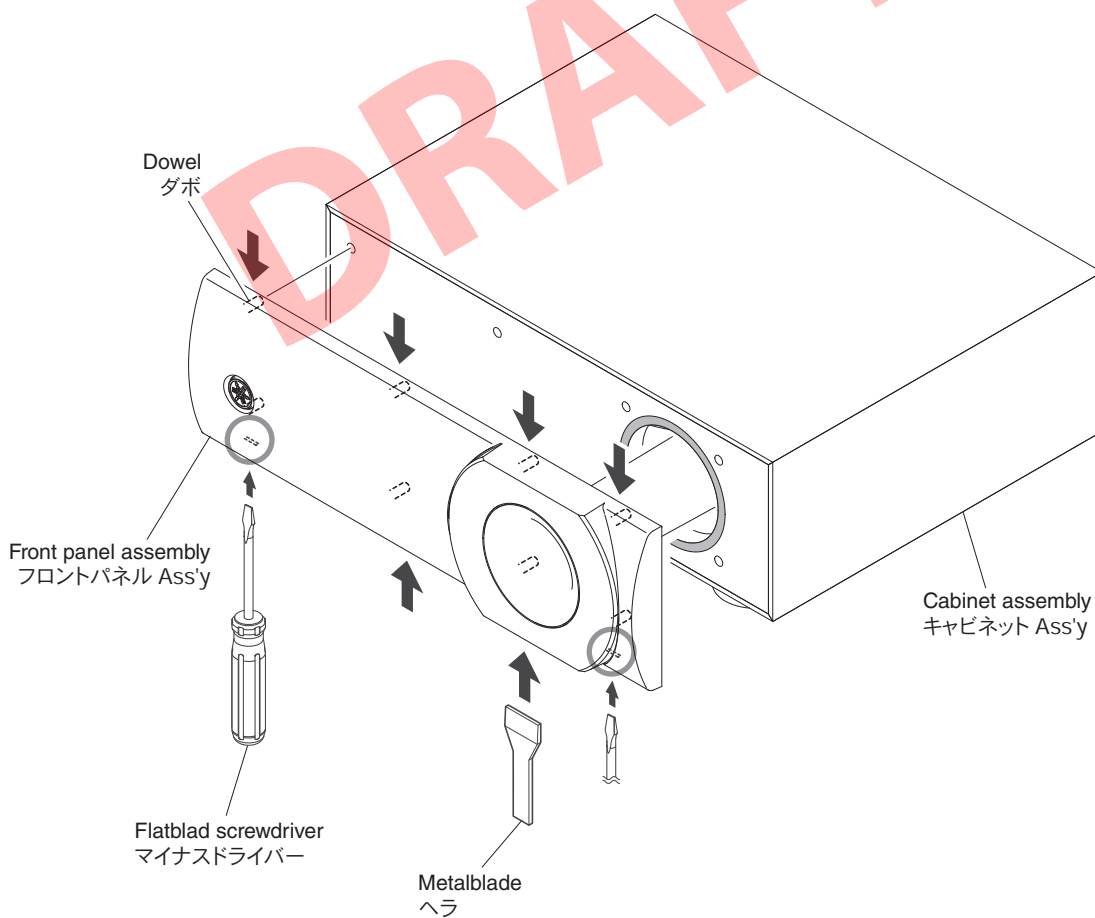

Fig. 3
- Insert a flatblade screwdriver at 2 dowel positions and push the front panel assembly forward. (Fig. 3)
- Using the metalblade or the like, push the front panel assembly forward gradually until it comes off. (Fig. 3)
- Remove the front panel assembly. (Fig. 3)
- マイナスドライバーを2箇所のダボ位置へ差し込み、フロントパネル Ass'y をフロント側へ押しします。(Fig. 3)
- ヘラ等を使い、フロントパネル Ass'y を徐々にフロント側へ引き出します。(Fig. 3)
- フロントパネル Ass'y を外します。(Fig. 3)